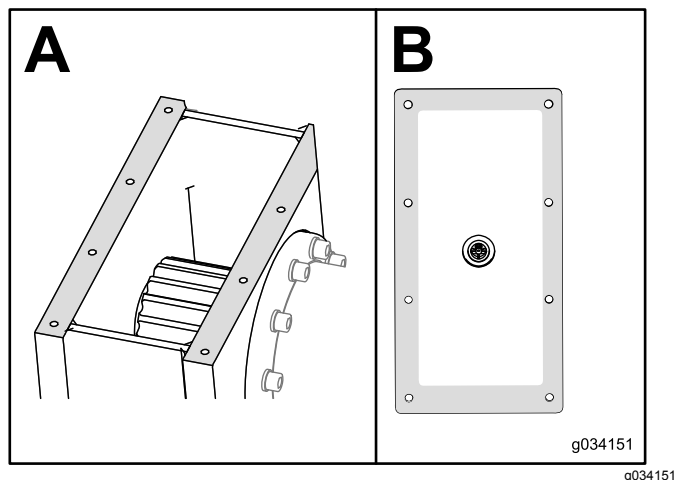

Figura 108
9. Remova o vedante da caixa de transmissão e da tampa (Figura 108).
10. Aplique uma nova camada de vedante automotivo RTV na borda da tampa (Caixa B de Figura 108).